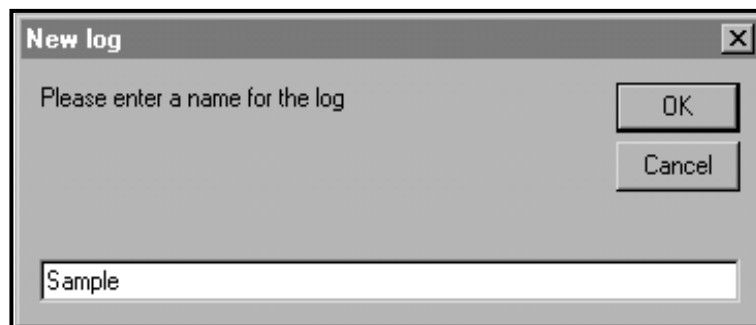

Figure 17: Boîte de dialogue Nom du journal
5. Entrez un nom de fichier journal ("*Sample*" dans ce cas) dans la boîte de dialogue illustrée à la Figure 17. Cliquez sur le bouton d'option [OK].